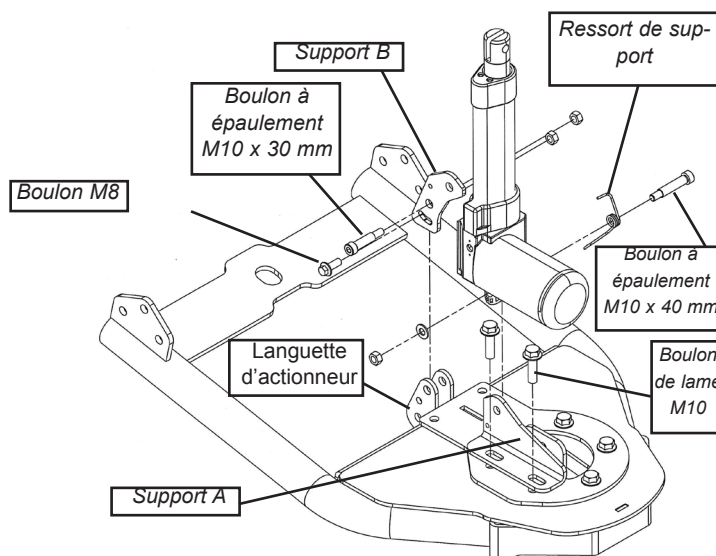

Figure 2a Installez le support de montage sur l'actionneur
2. La figure 2a montre les emplacements des fixations et supports. Le ressort de support de l'actionneur, montré à la figure 2a, doit être
4. Fixez le support de montage « A » à la base de lame à l'aide des boulons de lame M10 d'origine. Voir figure 2a. Serrer les fixations à un couple de 32 N-m (24 pi-lb) à l'aide d'une clé 15 mm et d'une douille 17 mm.